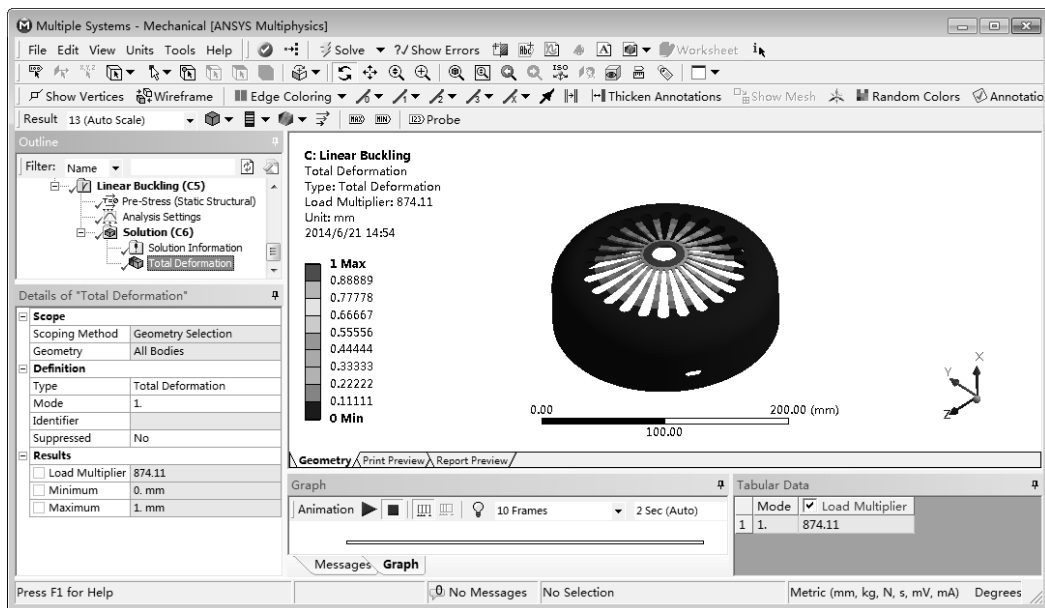

图 9-22 变形云图
2) 变形云图。在【Outline (分析树)】中选择【Solution (C6)】节点，单击其下的【Total Deformation】项  Total Deformation，在图形窗口显示出变形云图，如图 9-22 所示。
从图 9-22 可知【Load Multiplier】为 874.11，由于所施加载荷为真实载荷，说明【Load Multiplier】相当于负载屈曲安全系数，该载荷因子乘以载荷所得结果即为临界线性失稳载荷 8741.1N。